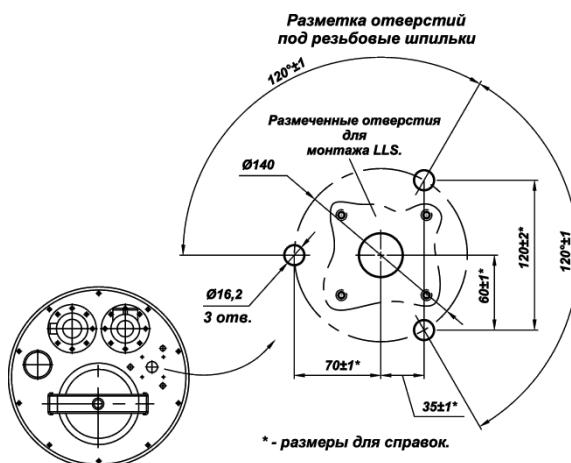

Рисунок 57
3. Просверлить отверстия под резьбовые шпильки DIN 975 согласно рисунку (Рисунок 57). Приведенные размеры носят рекомендательный характер и зависят от конкретного конструктивного исполнения крышки заливной горловины.